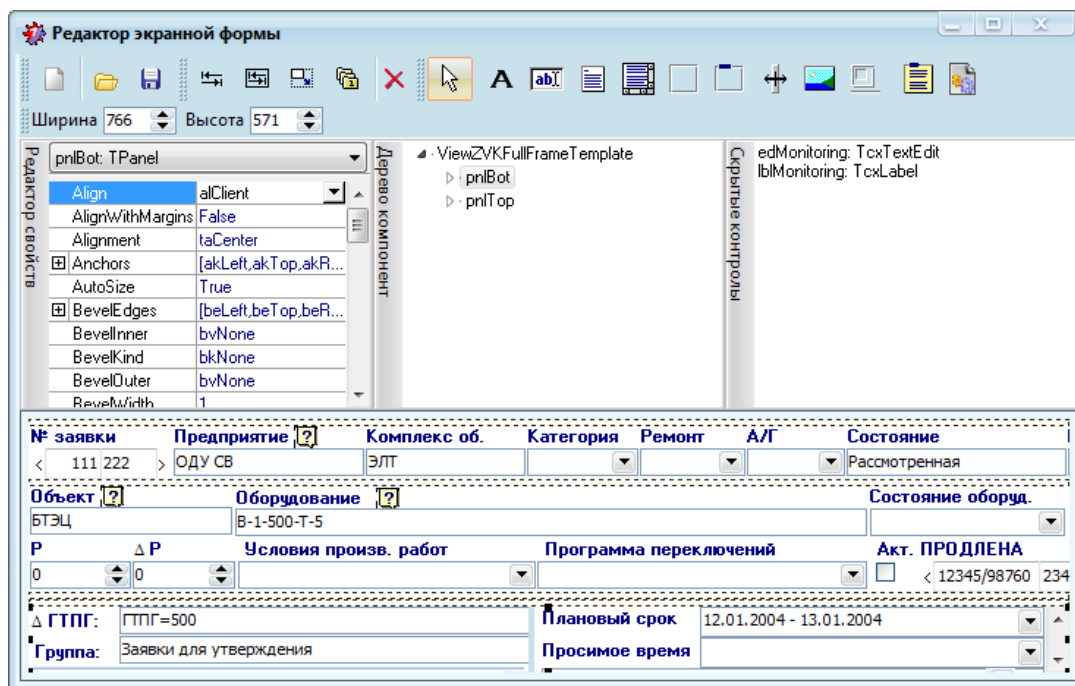

Рисунок 8.63 – Форма «Редактор экранной формы»
- 3) В открывшейся форме «Редактор экранной формы» (Рисунок 8.63) отредактировать шаблон (подробное описание наборов компонентов экранных форм представлено в документе «Руководство разработчика. Экранные формы»).